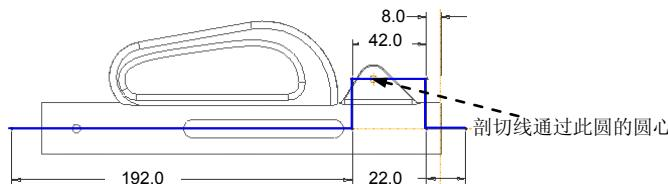

图 9.3.13 偏距剖截面草图
(2) 在 DIRECTION (方向) 菜单中，选择 Okay (确定) 命令。
(3) 在 SKET VIEW (草绘视图) 菜单中，选择 Default (默认) 命令。
(4) 为了使剖截面通过图 9.3.13 所示的圆心，在“参照”对话框中需选择该圆为参照。
(5) 绘制图 9.3.13 所示的偏距剖截面草图，完成后单击“完成”按钮 。